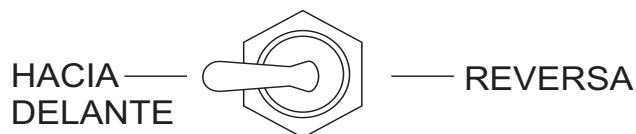

Figura 22. Interruptor de control de dirección (HACIA ADELANTE)
4. Coloque el **interruptor de control de dirección** a la posición **HACIA DELANTE** (Figura 22).